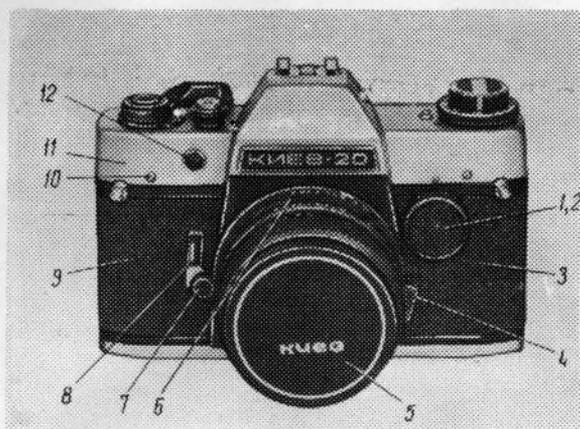

Рис. 1. Фотоаппарат КИЕВ-20 (вид первый):
9.11. Включить фотокамеру нажатием кнопки 12 (рис. 1) включения питания. Поворотом движка резистора 12 (рис. 8) добиться свечения светодиода  $\odot$  либо отсутствия свечения всех светодиодов.
10.1. Вложить источник питания в гнездо камеры и закрепить крышкой 5 (рис. 5), сориентировав полярность с обозначениями на крышке. Источник питания должен надежно контактировать с контактами камеры и крепиться крышкой. Проверить годность источника питания. При нажатой кнопке 12 (рис. 1) включения питания должен появиться в поле зрения видоискателя один из трех светящихся сигналов « $\odot$ », «+», «—». Контроль годности источника питания осуществляется автоматически. Мигание сигнала « $\odot$ » в поле визира свидетельствует о снижении напряжения ниже допустимого.
11.1. Приклеить клеем 51-К-10 при ремонте снятые обклейки 1 (рис. 1), 3, 7, 9. При необходимости обклейки заменить новыми.